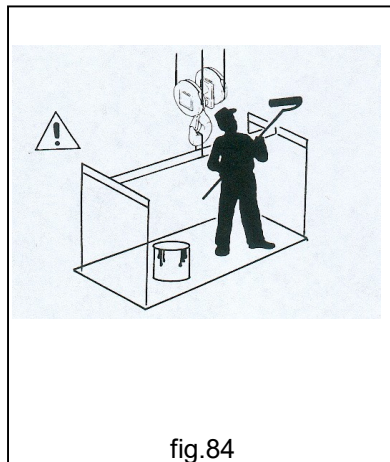

fig.84
- **NUNCA** use la grúa para servicios diferentes de aquellos para los que está destinada, evitar su uso para otras operaciones como, por ejemplo, pintar techos, sustitución de lámparas, mantenimiento de instalaciones, etc. (fig.84).